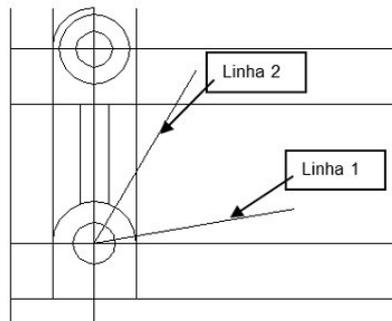

Figura 3 - **TRIM** e **ERASE** para apagar as linhas em excesso.
25. Mude para o *layer* **construção**. Desenhe duas linhas de construção de tamanho 72.5 por meio de coordenadas polares. A primeira linha tem como pontos, o centro do furo de diâmetro 15 e, como segundo ponto a coordenada relativa ao primeiro ponto $@72.5<10$. A segunda linha tem como pontos, o centro do furo de diâmetro 15 e, como segundo ponto a coordenada relativa ao primeiro ponto $@72.5<60$ (figura 3).